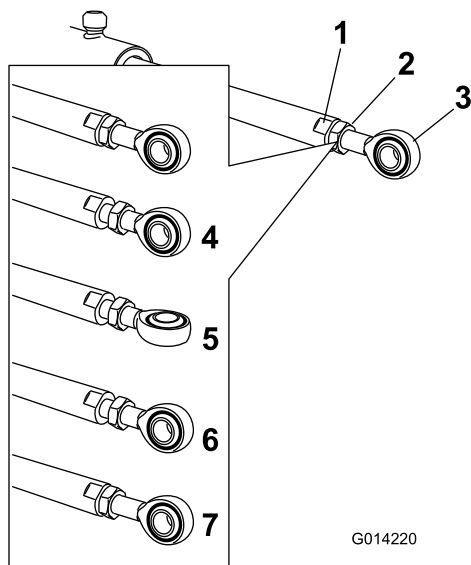

図 114
5. アクチュエータロッドの平らな部分にレンチを当ててロッドを保持しながらジャムナットをゆるめる 図 114。
6. ロッド端部を回転させてアクチュエータを希望の位置に調整する 図 114。